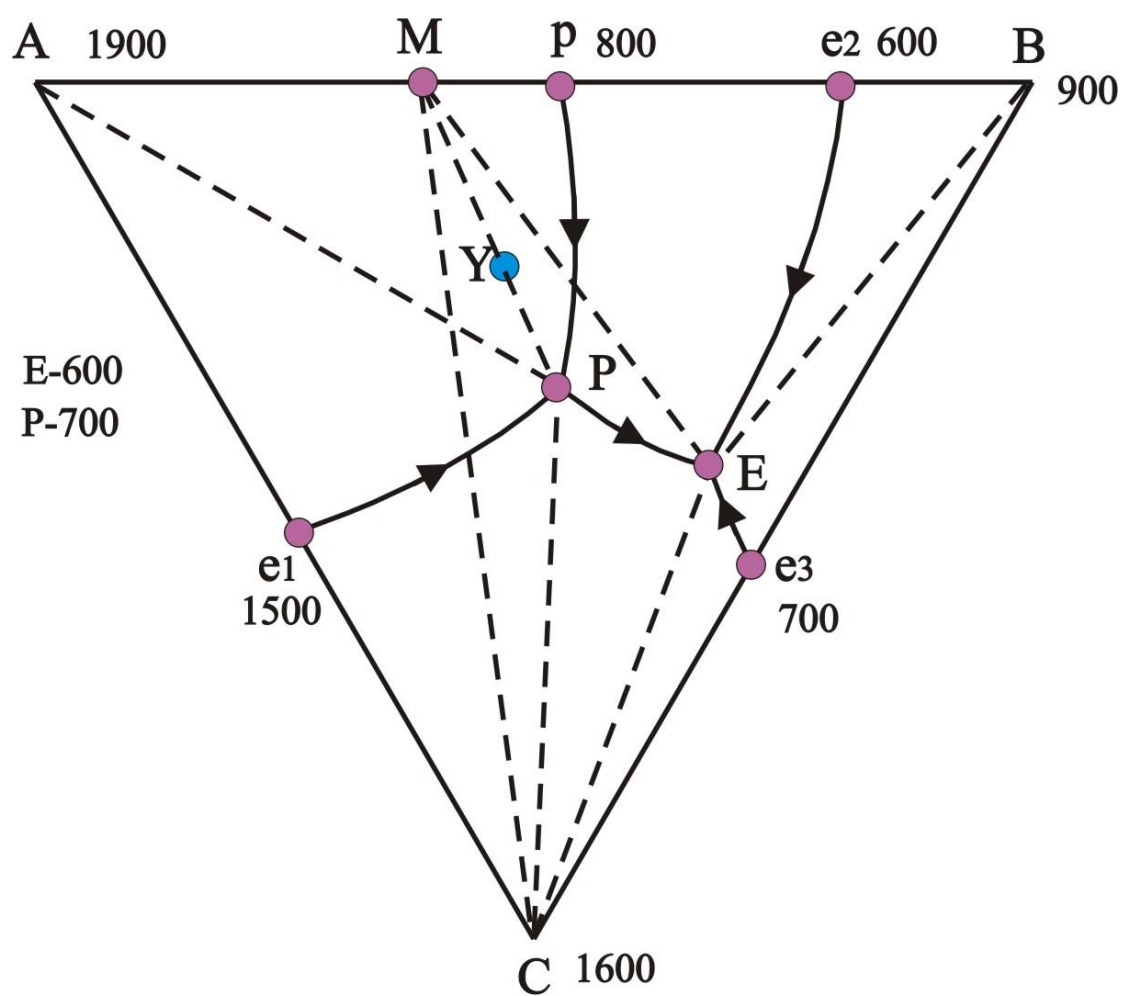

Рис.1. Диаграмма состояния тройной системы А–В–С с невариантным перитектическим превращением (1-1)
1. Оценить фазовый состав сплава A-10%B-30%C при 1350 °C (см. рис.1). Ответ обосновать.
1. Оценить фазовый состав сплава А-20%B-10%C при 640 °С (см. рис.1). Ответ обосновать.
1. Оценить фазовый состав сплава А-5%B-35%C при 1250 °С (см. рис.1). Ответ обосновать.
1. Построить кривую охлаждения сплава В–60%А–20%С (указать реакции) – см. рис.1